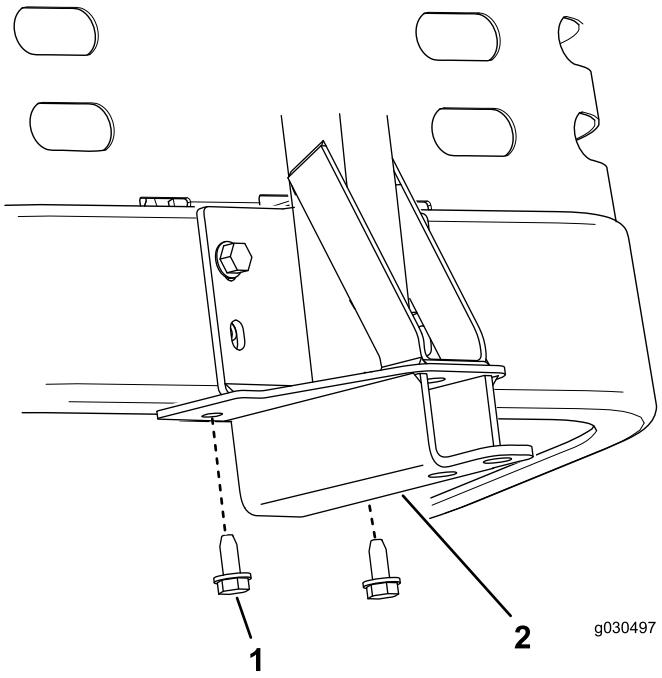

Figure 16
- Fixez le cadre de pivot au bas du cadre de la machine avec 2 vis autotaraudeuses (5/16 x 3/4 po), comme illustré à la Figure 16.